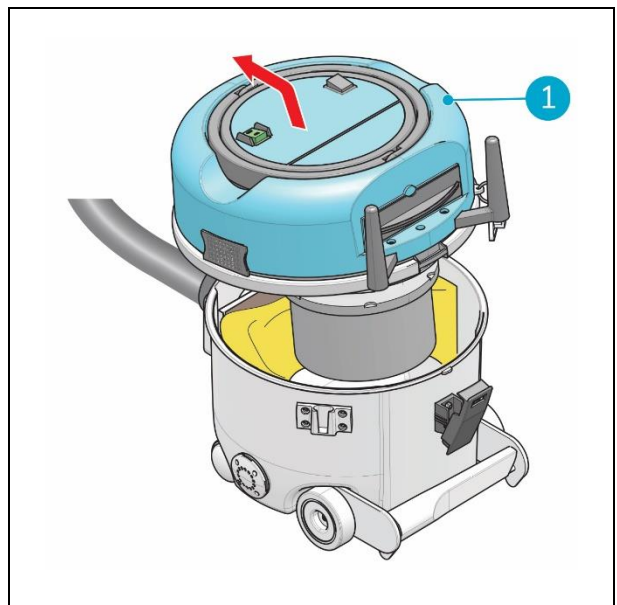

Figure 10
4. Tirez le capot (fig. 10, pos. 1) vers le côté du tuyau et soulevez-le.